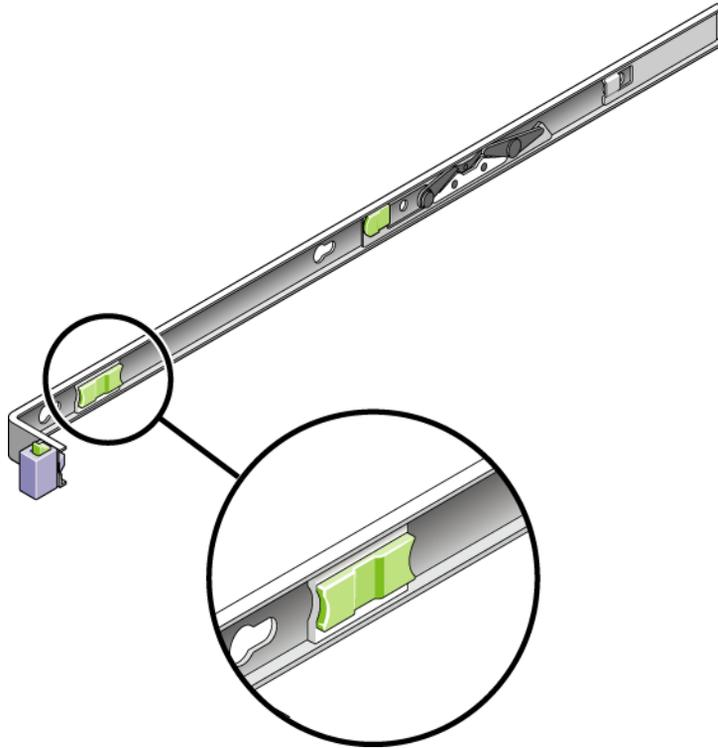

FIGURE 2-15 Bouton de dégagement du rail coulissant
- 6. Débloquez simultanément les deux boutons de dégagement des rails coulissants (FIGURE 2-15) et poussez le serveur complètement dans le rack.**